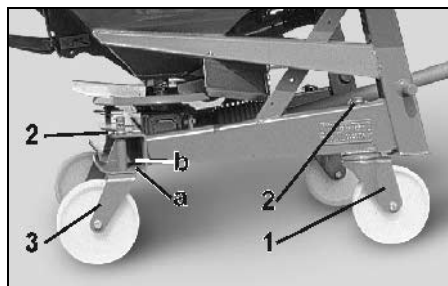

Fig. 73
- De trycklagrade pendelhjulen (Fig. 73/1) monteras framtill på ramen och låsas med fjädersprintarna (Fig. 73/2).
- De enklare löphjulen (Fig. 73/3) monteras baktill på maskinen och låsas med fjädersprintarna c (Fig. 73/2).